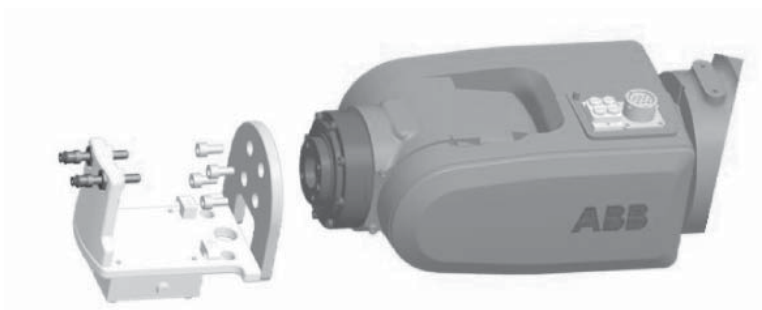
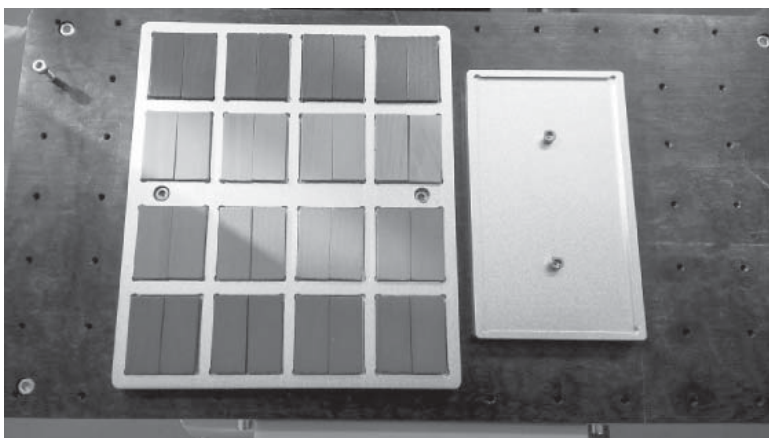

图1-1-1 安装吸盘夹具到法兰盘
图1-1-2 安装码垛模拟工具到工作台
(1) 如图1-1-1所示，把吸盘夹具用螺丝安装到法兰盘上，同时把码垛模拟工具用螺丝安装到工作台上（见图1-1-2）。注意确保安装牢固可靠。